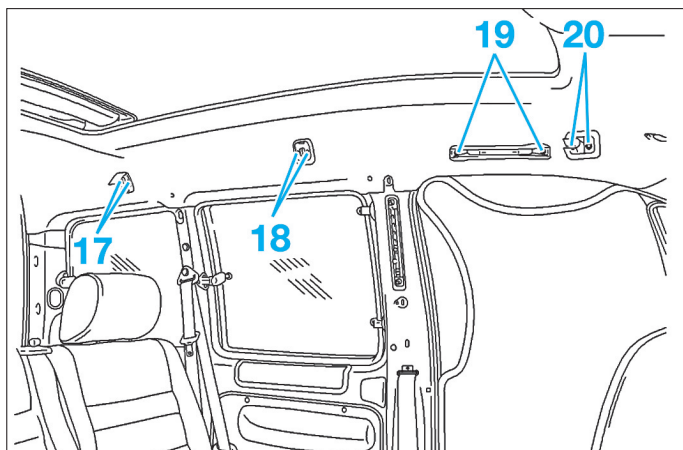

FIG. 60
- les vis (17) (Fig.60),
- les vis (18),
- les vis (19),
- les vis (20),